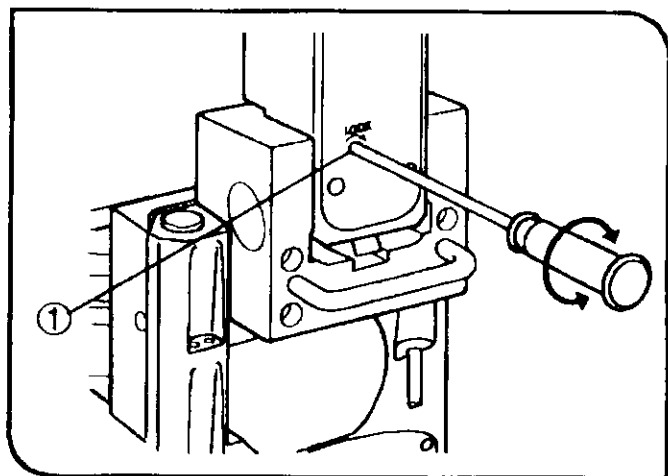

图 28
#### (1) 倾斜照明柱（图 28）
- ③ 更换大样品、放上显微操作器或更换 patch clamp 电极时，需要倾斜照明柱，腾出工作空间
- ③ 即使倾斜了照明柱，也可以照明样品表面，这在大致确定样品位置或放置样品进行定位时会很方便